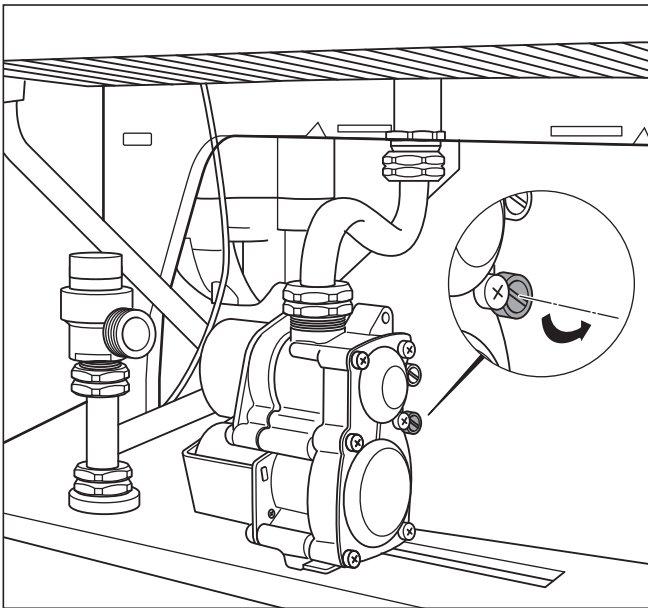

Fig. 6.1 Bocchettoni per la misurazione della pressione di allacciamento del gas
- Svitare la vite di tenuta del bocchettone per la misurazione della pressione di allacciamento (vedi fig. 6.1